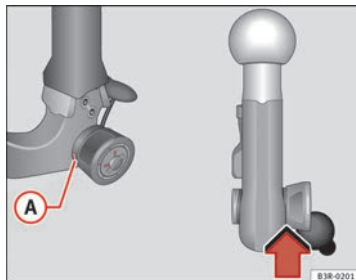

Fig. 157 Dispositivo desmontable para remolque: Comprobación de seguridad
- Compruebe si la marca verde **(A)** ⇒ fig. 157 de la rueda moleteada se encuentra en la zona negra de la rótula.